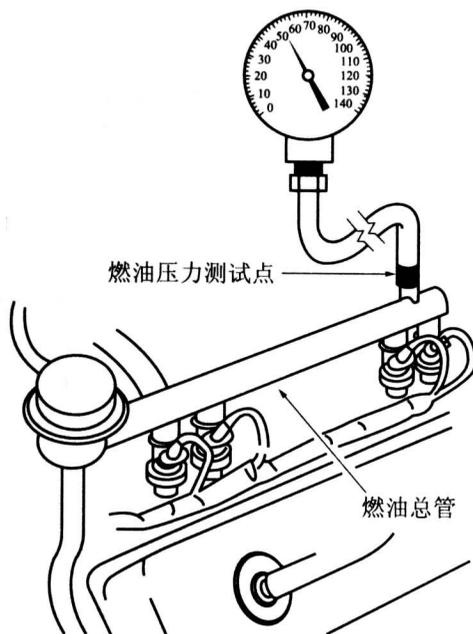

图 1-2 检测燃油压力
1) 安装燃油压力表检查燃油压力（见图1-2）。大众系列轿车，标准油压为280~300 kPa，
① 1公里=1000米。